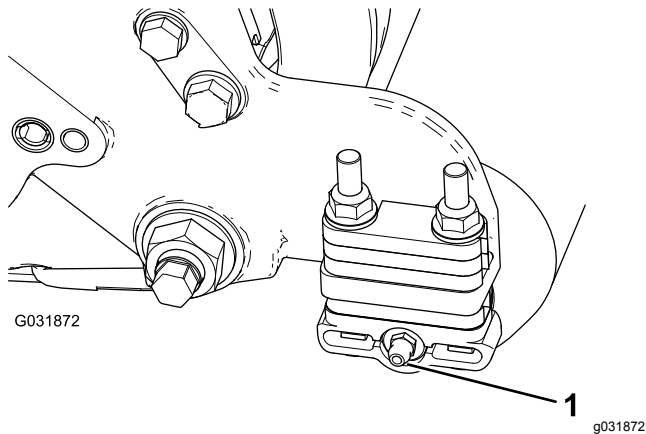

Figura 7
1. Retire o bocal de lubrificação do rolo de cada lado da unidade de corte que possui a caixa da escova do cilindro (Figura 7).